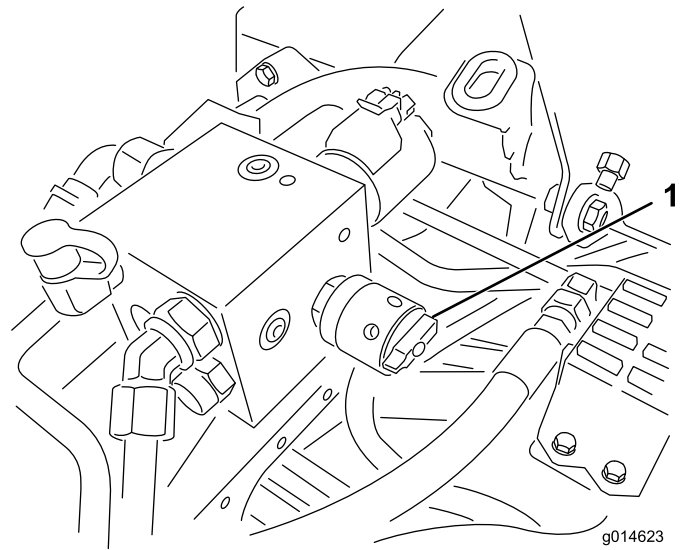

Рисунок 53
4. Настройте частоту вращения барабана, повернув регулятор (Рисунок 53) так, чтобы стрелка указателя совместились с номером, который вы определили при выполнении пункта 3.
6. Поверните регулятор частоты вращения барабана в положение 1 (Рисунок 53).